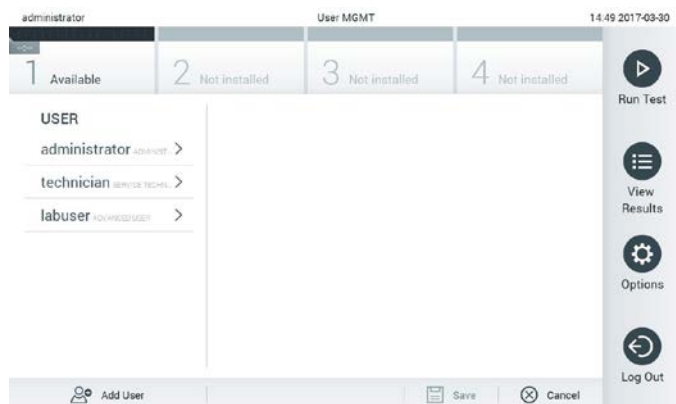

Figura 51. O ecrã User Management (Gestão de utilizadores).
1. Prima o botão Options (Opções) e, em seguida, o botão User Management (Gestão de utilizadores) para configurar os utilizadores. O ecrã User Management (Gestão de utilizadores) é apresentado na área de conteúdo do visor (Figura 51).